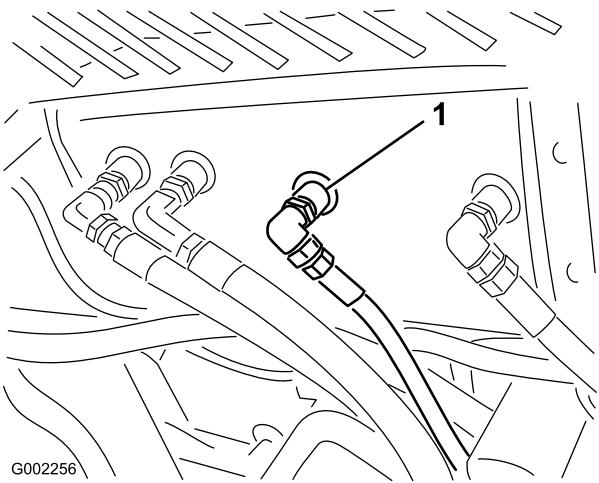

Figure 58
2. Nettoyez la surface autour d'un raccord de flexible hydraulique au bas du réservoir d'huile hydraulique (Figure 58).
4. Débranchez le raccord du réservoir et vidangez l'huile dans le bac de vidange (Figure 58).